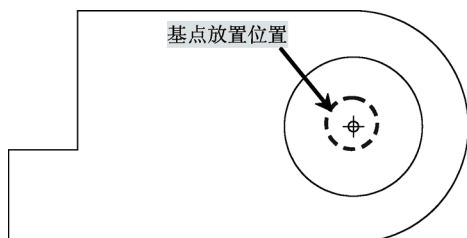

图 10-14 放置基点
3) 执行“基点”命令（amcbase），将“基点”放置于直径为 6 的圆心上，如图 10-14 所示。